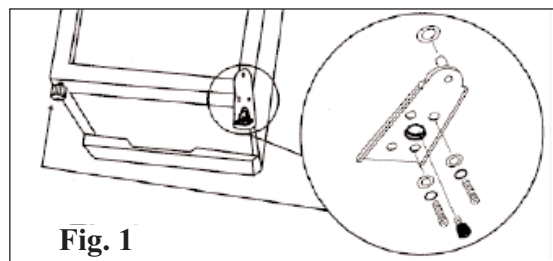

Fig. 1
- 1) Para acceder a la unidad de la bisagra inferior, incline el refrigerador hacia atrás o colóquelo apoyado sobre la parte posterior (Fig. 1).
- 3) Retire los tornillos que fijan la unidad de bisagra inferior al refrigerador (Fig. 1).